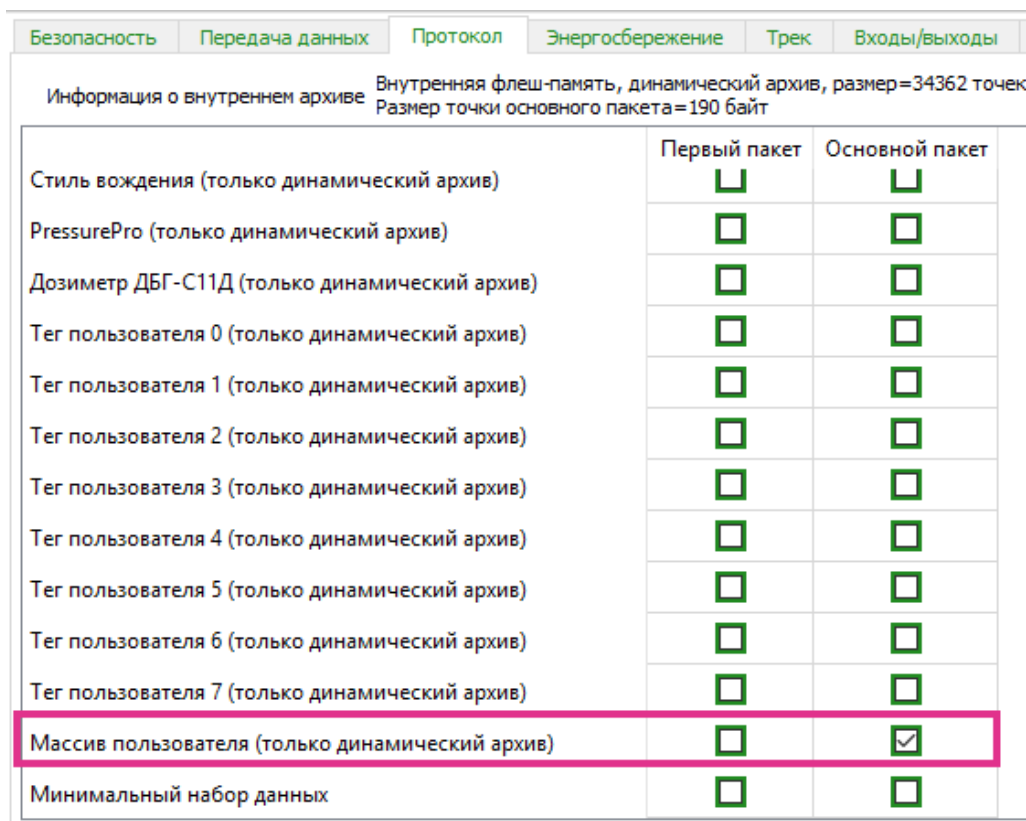

Рис. 8
5. перейдите на вкладку «Протокол» Конфигуратора, настройте основной пакет на передачу данных на сервер, для чего отметьте параметр «Массив пользователя» (Рис. 8);